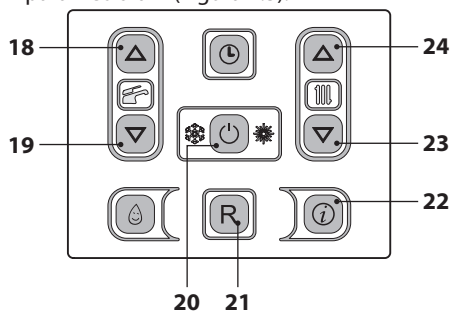
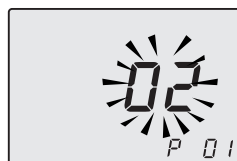
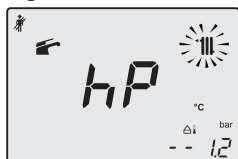
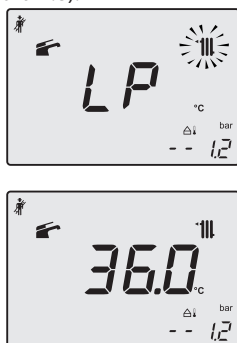

Figura 7.2
Figura 7.3
Figura 7.5
Figura 7.8
- Entrare in "modalità programmazione" premendo contemporaneamente per 10 secondi i tasti 20 - 23 - 24 (Figura 7.2) fino a far apparire sul display LCD le lettere **P01** e il valore del parametro, indicanti l'entrata nel "parametro 01" (Figura 7.3).
- Premere contemporaneamente i tasti 23 e 24 (Figura 7.2) per entrare nella funzione "spazzacamino attivo alla potenza minima in sanitario". Sul display appare **LP** alternato
- Premere il tasto 24 (Figura 7.2) per entrare in modalità "spazzacamino alla potenza minima in riscaldamento". Sul display appare **hP** alternato alla temperatura dello scambiatore primario (Figura 7.5).
- Utilizzare i tasti 23 o 24 (Figura 7.2) fino a portarsi allo stato **dP** (spazzacamino attivo in massimo sanitario) sul display appare **dP** alternato alla temperatura dello scambiatore primario caldaia (Figura 7.7).
- Premere il tasto 23 (Figura 7.2) fino a portarsi allo stato **LP** (spazzacamino attivo in minimo sanitario) sul display appare **LP** alternato alla temperatura dello scambiatore primario caldaia. (Figura 7.8).
secondi il tasto 20 (Figura 7.2) fino a far apparire sul display LCD il simbolo **---** (Figura 7.9).